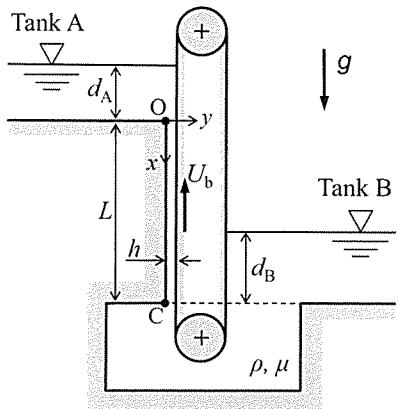

図 1
図 1 のように、長さ L (OC 間) で狭いすき間 h の鉛直流路が、十分に大きな上部タンク A と下部タンク B をつないでいる。タンク A とタンク B にはそれぞれ水深 d_A と水深 d_B の水が入っているが、この状態では重力の影響でタンク A からタンク B へ水が流出する。流出流量を制御するため、流路の片側をベルトにして速度 U_b で上向きに動かす。このすき間内の流れを解析するため、基礎式として 2 次元非圧縮性流体の連続の式と Navier-Stokes (NS) 式を用いる。
ただし図 1 に示されるとおり、狭い隙間の上部角部を原点 O とし、壁面に沿って下方に x 座標、これと直交する隙間方向に y 座標をとる。また、 x と y 方向の速度成分をそれぞれ u と v 、圧力を p とする。水の密度と粘度はそれぞれ ρ と μ 、重力加速度は g とし、これらは定数とする。